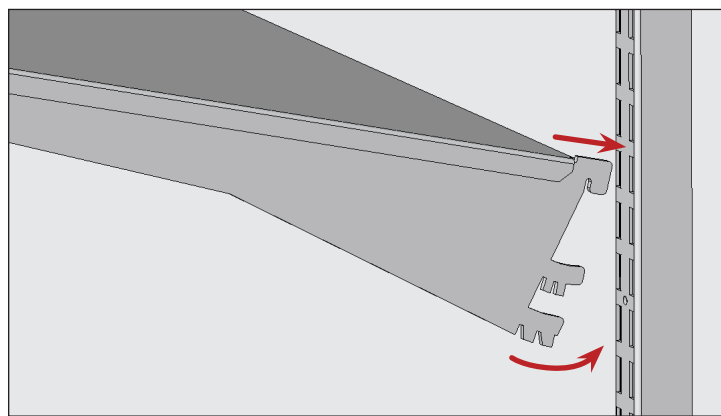

Fig. 3. Étagère en porte-à-faux dans l'installation standard des étagères.
3. Faites coulisser les languettes de réglage de l'angle de l'étagère dans les fentes de l'installation standard des étagères. Positionnez les encoches dans les languette de réglage de l'angle pour soutenir l'étagère à l'angle souhaité. Voir fig. 3.